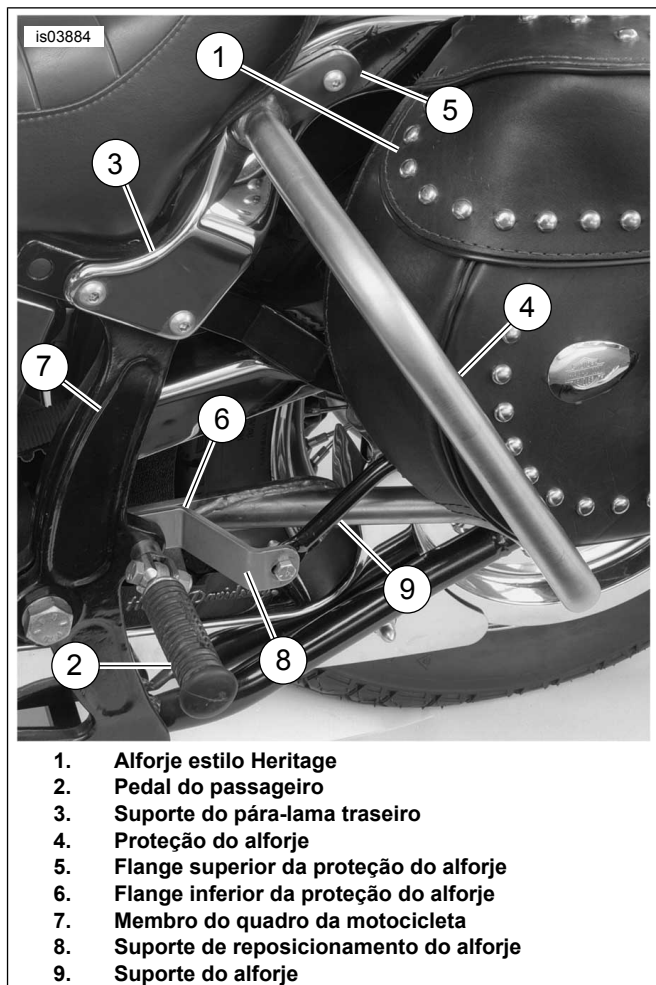
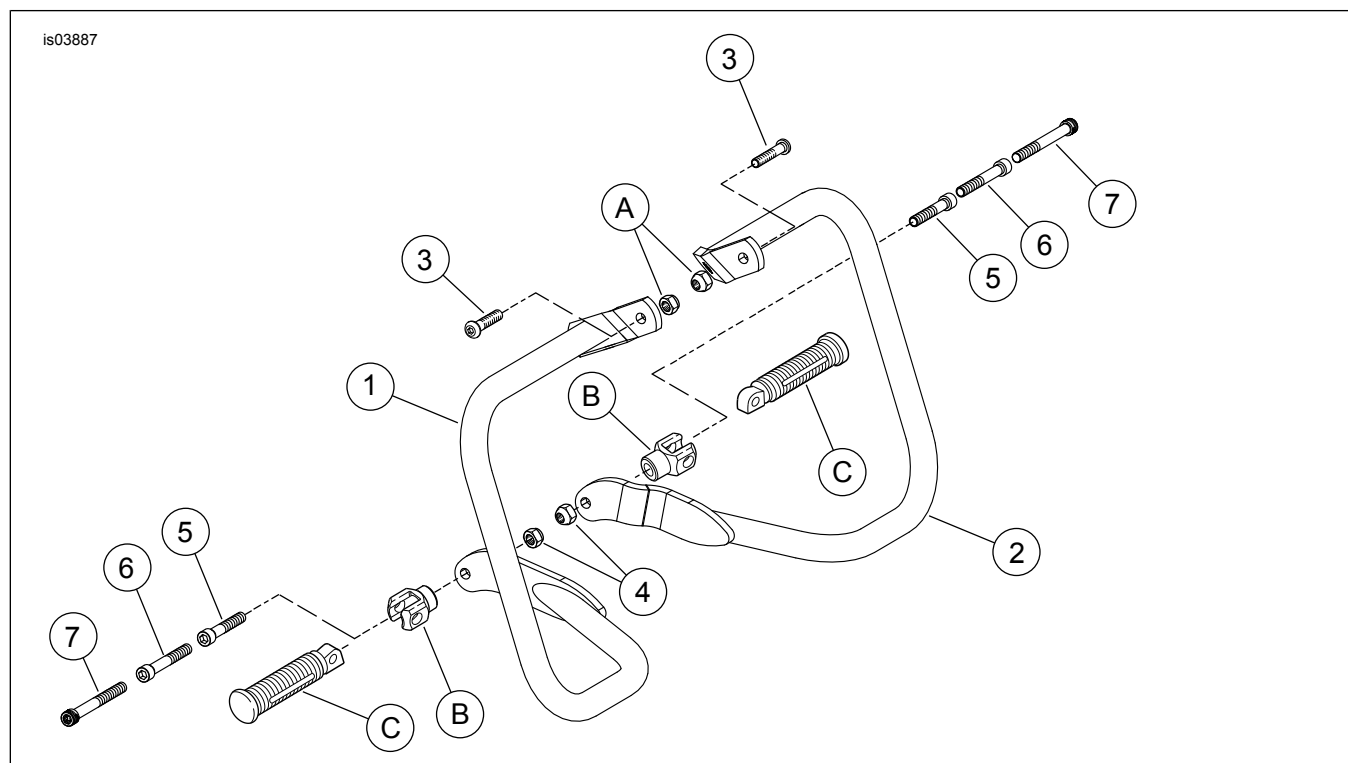

Figura 2. Proteção do alforje traseiro instalada – lado esquerdo
Figura 3. Peças de reposição: proteção do alforje traseiro Softail
Veja a Figura 3 e a Tabela 1.
4. Veja a Figura 2. Instale o flange superior (5) da proteção do alforje (4) no suporte do pára-lama (3). Instale o parafuso de cabeça abaulada de 3/8-16 x 1-3/4 pol. com o suporte da tira de apoio (se for assim equipada), as ferragens removidas no passo 3 (se for assim equipada) e a porca na mesma direção do parafuso removido no passo 3. Aperte somente com os dedos.
5. Posicione o flange inferior (6) da proteção do alforje (4) na superfície interna do quadro da motocicleta (7), no local em que é fixado o pedal do passageiro (2) (ou o parafuso do estribo do passageiro). Se for instalado o kit de reposicionamento do alforje estilo Heritage (peça N.º 90238-00), o suporte deverá ser posicionado entre o flange da proteção do alforje e o membro do quadro da motocicleta. Siga as instruções de instalação incluídas no respectivo kit.
6. Veja a Figura 3. Determine a aplicação que combina com o seu modelo e siga o procedimento de instalação apropriado descrito abaixo: **Em modelos com pedal de apoio do passageiro, mas sem suporte de reposicionamento do alforje:** Instale o parafuso Allen de 3/8-16 x 2-3/4 pol. (6) (para os modelos FLSTC ano 2007 e posteriores, use o parafuso Allen de 3-1/2 pol. [7] do kit) através do suporte do pedal (B). Instale o suporte no quadro. Aperte o parafuso de suporte com um torque de 47 a 61 N·m (35 a 45 lb·pé). Instale o flange inferior da proteção do alforje no parafuso que se projeta da superfície interna do membro do quadro. Instale a contraporca 3/8-16 na extremidade do parafuso. Aperte com torque de 47 a 61 N·m (35 a 45 lb·pé). Instale o pedal de apoio (C) de acordo com as instruções do Manual de serviço. **Em modelos com pedal de apoio do passageiro e suporte de reposicionamento do alforje:** Instale o parafuso Allen de 3/8-16 x 2-3/4 pol. (6) (para os modelos FLSTC ano 2007 e posteriores, use o parafuso Allen de 3-1/2 pol. [7] do kit) através do suporte do pedal. Instale o suporte no quadro. Aperte o parafuso de suporte com um torque de 47 a 61 N·m (35 a 45 lb·pé). Posicione o suporte de reposicionamento do alforje sobre o parafuso. Instale o flange inferior da proteção do alforje no parafuso que se projeta da superfície interna do membro do quadro. Instale a contraporca 3/8-16 na extremidade do parafuso. Regule o aperto da porca para 47 a 61 N·m (35 a 45 lb·pé). Instale o pedal de apoio (C) de acordo com as instruções do Manual de serviço. **Em modelos com kit de estribo do passageiro com ou sem caixa de ferramentas:** Instale o parafuso Allen de 3/8-16 x 2-1/4 pol. (5) através da montagem do estribo do passageiro e do suporte da caixa de ferramentas (se for assim equipada). Aperte o parafuso de montagem do estribo com um torque de 47 a 61 N·m (35 a 45 lb·pé). Posicione o suporte de reposicionamento do alforje sobre o parafuso. Instale o flange inferior da proteção do alforje no parafuso que se projeta da superfície interna do membro do quadro. Instale a contraporca 3/8-16 (4) na extremidade do parafuso. Regule o aperto da porca para 47 a 61 N·m (35 a 45 lb·pé). **Em modelos com pedais de apoio do passageiro e caixa de ferramentas:** Instale o parafuso Allen de 3/8-16 x 2-1/4 pol. (5), a partir do lado interno da motocicleta, através do furo no flange inferior da proteção do alforje e do suporte de reposicionamento do alforje no membro do quadro da motocicleta. Aperte o parafuso com um torque de 47 a 61 N·m (35 a 45 lb·pé). Instale o espaçador do pedal de apoio do passageiro na extremidade do parafuso. Aperte o espaçador do pedal de apoio com um torque de 47 a 61 N·m (35 a 45 lb·pé). Instale o suporte do pedal de apoio do passageiro na extremidade do espaçador do pedal de apoio. Aperte com torque de 47 a 61 N·m (35 a 45 lb·pé). Instale o pedal de apoio (C) de acordo com as instruções do Manual de serviço.